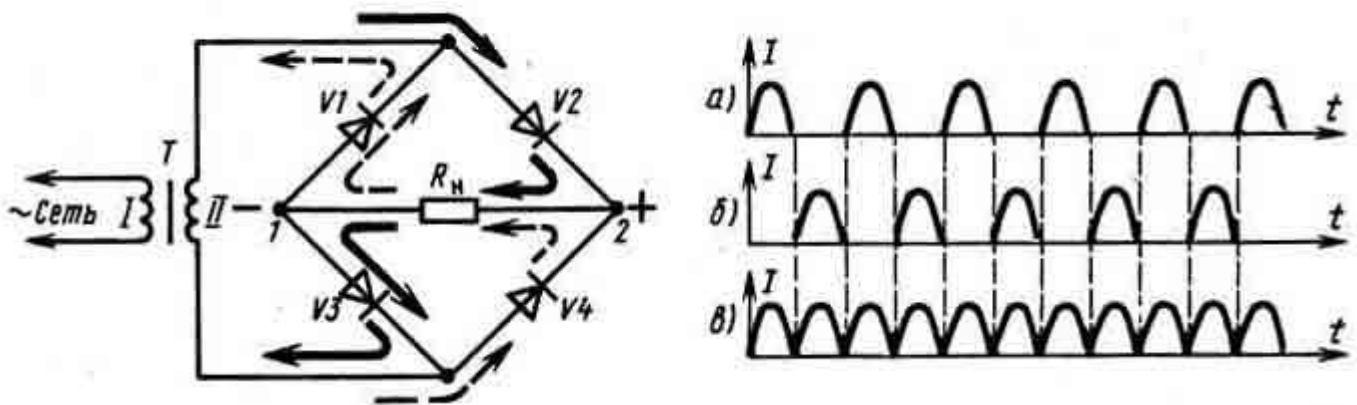

Рис. 5 Двухполупериодный выпрямитель с трансформатором.
Оба эти недостатка устранены в выпрямителе с трансформатором (рис. 5). Здесь выпрямляется не напряжение электросети, а напряжение вторичной (II) обмотки сетевого трансформатора Т. Поскольку эта обмотка изолирована от первичной сетевой обмотки I, радиоконструкция не имеет контакта с сетью и к ней можно подключать заземление. В выпрямителе на (рис. 5) четыре диода, включенные по так называемой **мостовой схеме**. Диоды являются **плечами выпрямительного моста**. Нагрузка R_n включена в диагональ 1 - 2 моста. В таком выпрямителе в течение каждого полупериода работают поочередно два диода противоположных плеч моста, включенных между собой последовательно, но встречно по отношению ко второй паре диодов.